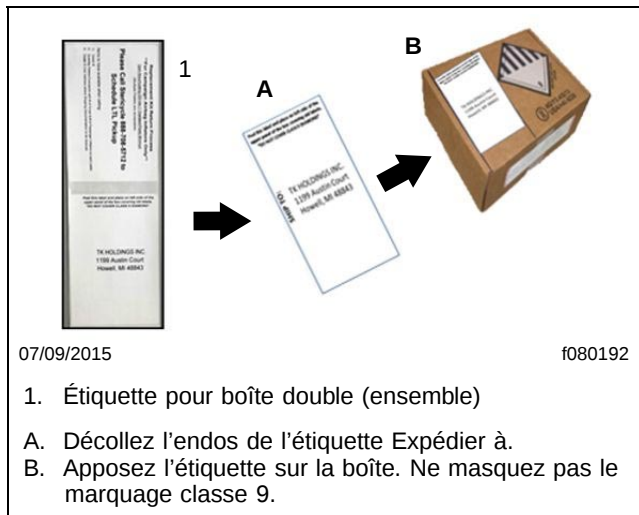

Fig. 12, Étiquetage de la boîte, étiquette non FedEx
*Si vous avez reçu une étiquette mise à jour non-FedEx, décollez l'endos de l'étiquette Expédier à et apposez l'étiquette sur la boîte. Ne masquez pas le marquage classe 9. Reportez-vous à la **figure 12**.*